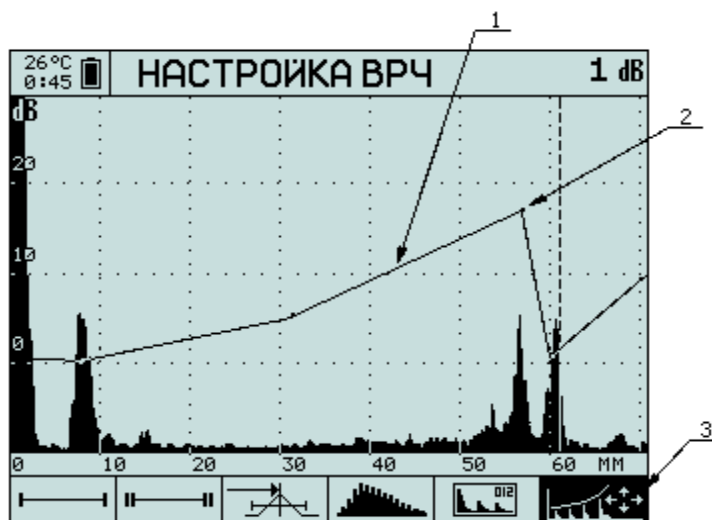

Рисунок 5.24 – Экран прибора при настройке ВРЧ
5.10.10 Нажмите **MENU**. Появится режим «НАСТРОЙКА ВРЧ», пиктограмма  изменится на  (Рисунок 5.24).